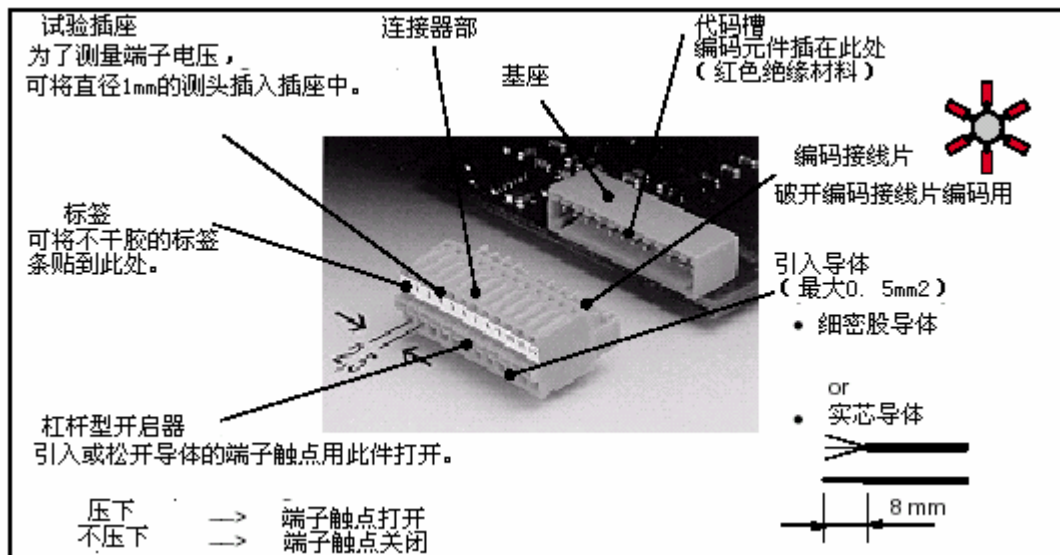

图 2-4 紧凑型偶连器（微连接器）
* 接入导体（请参见图 2-4）：
* 编码（请参见图 2-4）：